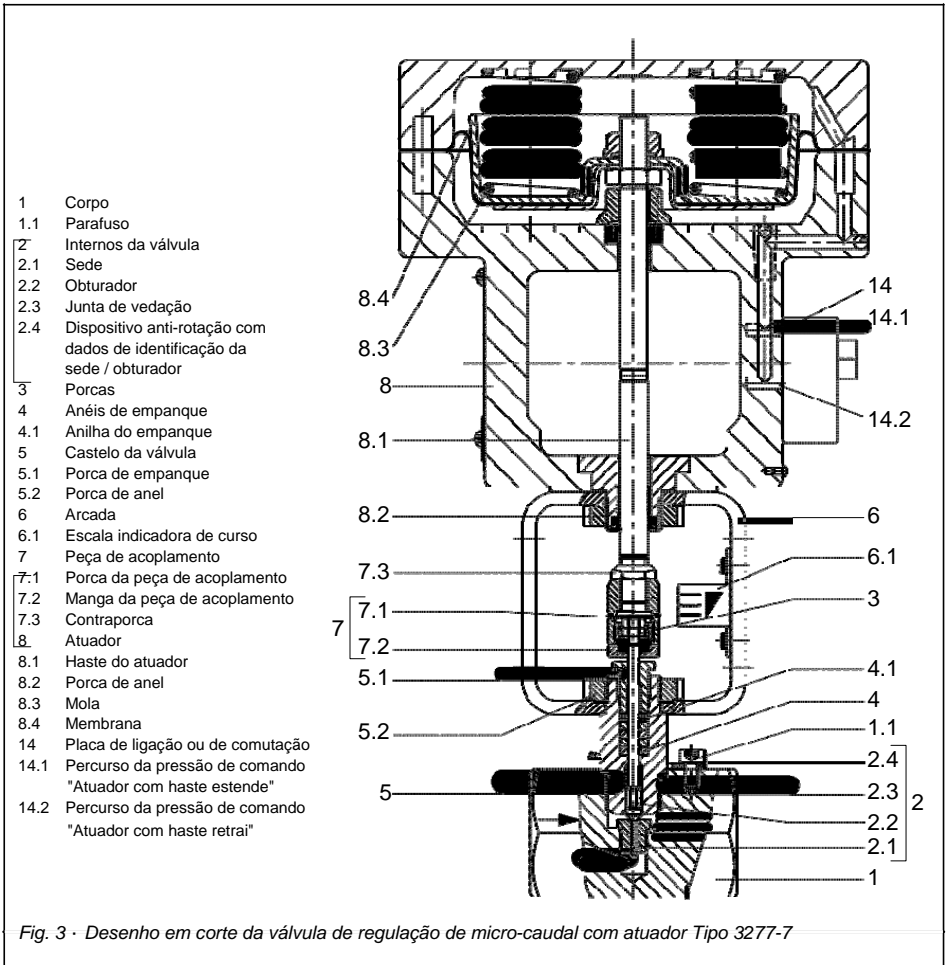

Fig. 3 - Desenho em corte da válvula de regulação de micro-caudal com atuador Tipo 3277-7
1. Na haste do atuador, aperte a porca (7.1) e a contraporca (7.3) (Fig. 3), até ao limite superior.
3. Coloque o atuador na arcada (7) e aperte com a porca de anel (8.2). Para a posição de segurança "Atuador com haste estende", aplique aproximadamente 50 % da gama de pressão de comando (consulte a chapa de características do atuador) á respectiva toma, utilizando um regulador de pressão,